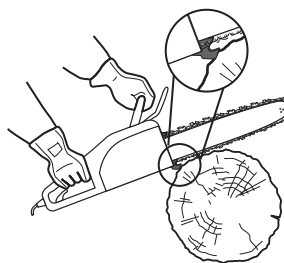

Fig. 21
- > Attendez que la chaîne [3] tourne à plein régime avant de commencer à couper. Avant de commencer la coupe, posez la tronçonneuse sur le bois en l'appuyant sur la griffe d'abattage [21], puis servez-vous de la griffe d'abattage comme point de levier au cours de la coupe (Fig. 21).